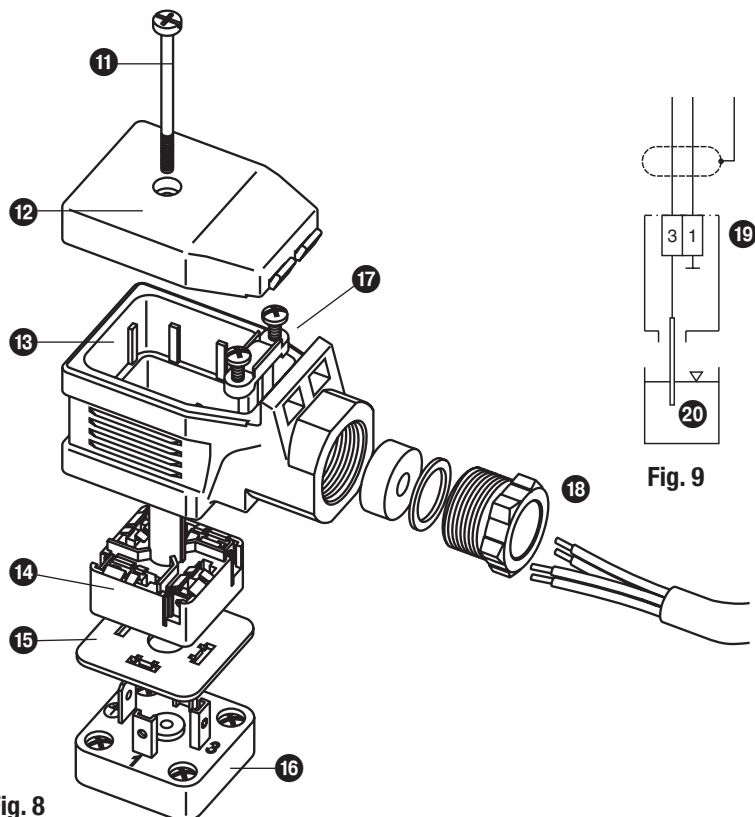

Fig. 8
1. Desserrer la vis ⑪. Fig. 8
2. Retirer la partie supérieure du connecteur ⑬ de l'électrode de mesure de conductibilité, laisser reposer la rondelle d'étanchéité ⑮ sur la plaque de contact ⑯.
3. Retirer le couvercle ⑫.
4. Sortir la plaque de raccordement ⑭ de la partie supérieure du connecteur ⑬ en appuyant.
5. Démontez le raccord vissé de câble ⑰ et le serre-câble ⑱ de la partie supérieure du connecteur ⑬.
6. Guider le câble dans le raccord vissé de câble ⑰ et la partie supérieure du connecteur ⑬ et affecter les bornes de la plaque de raccordement ⑭ suivant le schéma de raccordement ⑲.
7. Faire entrer la plaque de raccordement ⑭ dans la partie supérieure du connecteur en appuyant, aligner le câble.
8. Fixer le câble avec le serre-câble ⑱ et le raccord vissé de câble ⑰.
9. Mettre le couvercle ⑫ en place et introduire la vis ⑪ dans celui-ci.
10. Placer la partie supérieure du connecteur sur l'électrode de mesure de conductibilité et la fixer avec la vis ⑪.
1. Desserrer la vis **11**. Fig. 8